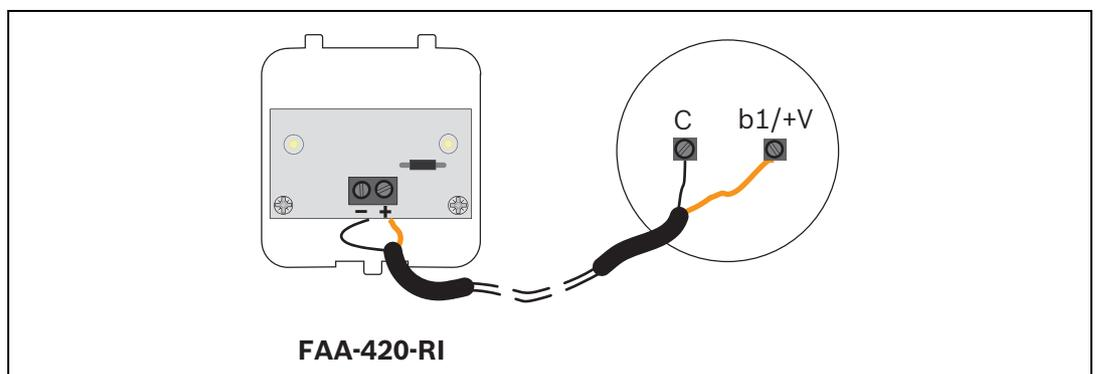

Figura 3.15 Conexión de FAA-420-RI
4. Conecte el indicador FAA-420-RI mediante dos terminales (consulte la Figura 3.15).